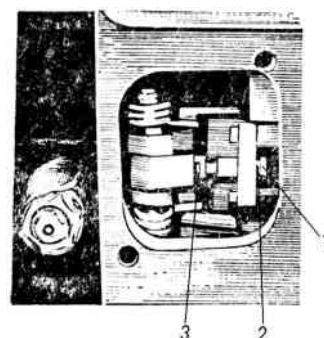

Fig. 1.12 – Reglarea cursei libere a ambreiajului tractoarelor UVL-445 fără debreierea prizei de putere:
- se reglează la 1,5 mm jocul dintre capetele pârghiilor de debreiere 1 (fig. 1.12) și șurubul de reglaj 3.